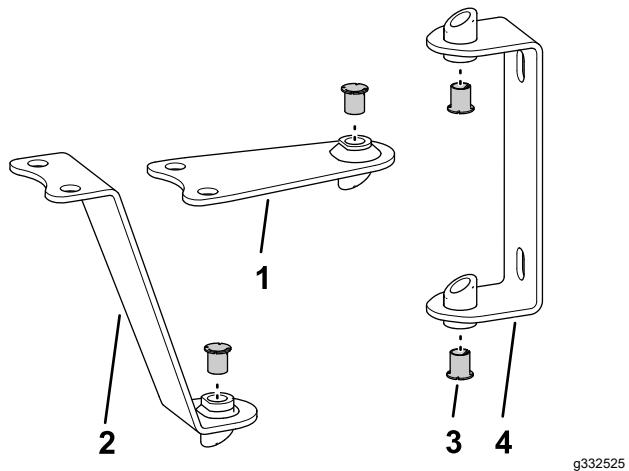
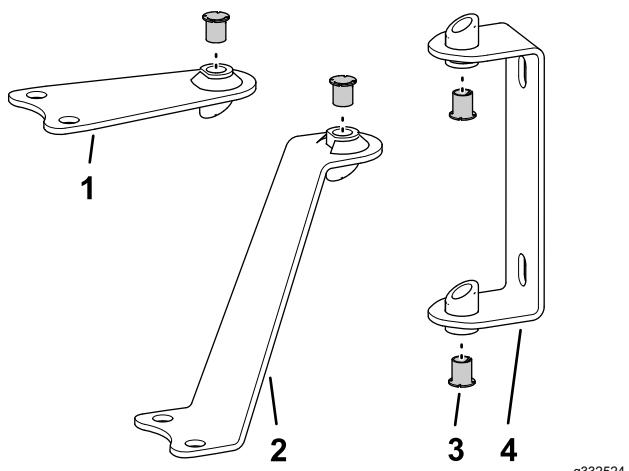

Bild 2
Bild 3
1. Arrangieren Sie die Scharniere und Riemen, wie in Bild 2 (für einen nicht abgedeckten Ausleger) oder in Bild 3 (für einen abgedeckten Ausleger) dargestellt.
2. Setzen Sie die Büchsen in die Öffnungen in den Scharnieren des geschweißten Rohrs und den Riemen ein, wie in **Bild 2** oder **Bild 3** dargestellt.